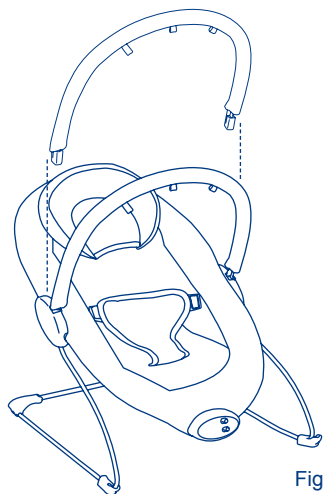

Fig. 12
- 12) • Position the toy bar above the bouncer as shown. Insert the ends of the toy bar into corresponding holes on the frame. (Fig. 12)
- Coloque la barra de juguetes por encima del rebotador como se indica. Introduzca los extremos de la barra de juguetes en los agujeros correspondientes del armazón. (Fig. 12)
- Placez la barre à jouets au-dessus de la sauteuse, tel qu'illustré. Insérez les extrémités de la barre à jouets dans les trous correspondants dans le cadre. (Fig. 12)